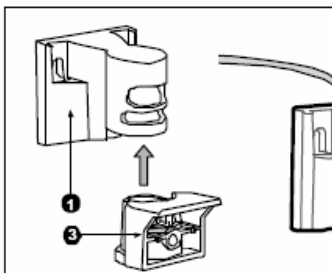

Рис. 1. Установка кронштейна
4. Круглые и прямоугольные отверстия в основании могут выдавливаться и предназначены для ввода кабеля (рис.2-D). Вы можете использовать не нужные монтажные отверстия для ввода кабеля (для установки на кронштейн (рис. 1 и 3) (рис. 4-7) введите кабель через кронштейн).